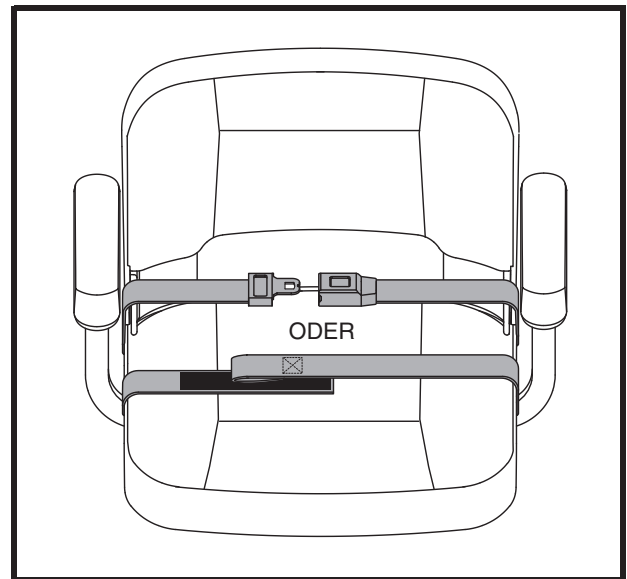

Abb. 18. Rückhaltegurte-Rückhaltegurt mit Schloss oder Rückhaltegurt mit Klettverschluss
1. Schloßzunge in das Schloßteil stecken, bis der Schnellverschluß hörbar einrastet. **Siehe Abb. 18.**
1. Führen Sie die beiden Enden des Gurts zusammen, so dass die eine Seite des Klettverschlusses, an der sich die Schlaufen befinden, direkt über der raueren Seite mit den Widerhaken liegt. Zum Sichern fest zusammendrücken. **Siehe Abb. 18.**